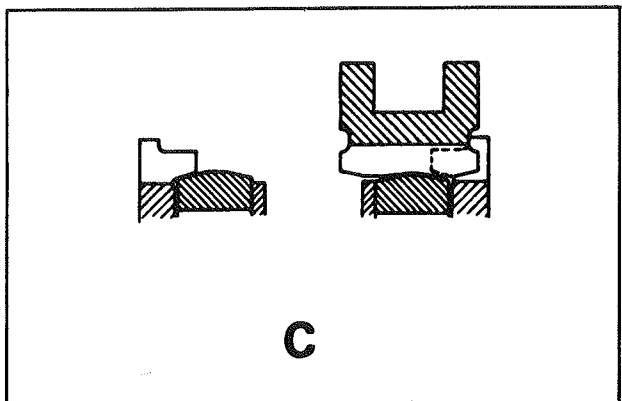

Fig. 10 C: Vitesse engagée
Cette action subsiste jusqu'à l'instant où il n'y a plus de différence de vitesse entre le baladeur et le pignon à entraîner. A ce moment l'action du ressort, (f) disparaît, le jonc de synchronisation se resserre. Il est donc possible de faire glisser le baladeur au prix d'un effort restreint, jusqu'à l'engrènement sans à-coups, avec la couronne solidaire du pignon (C) (fig. 10).